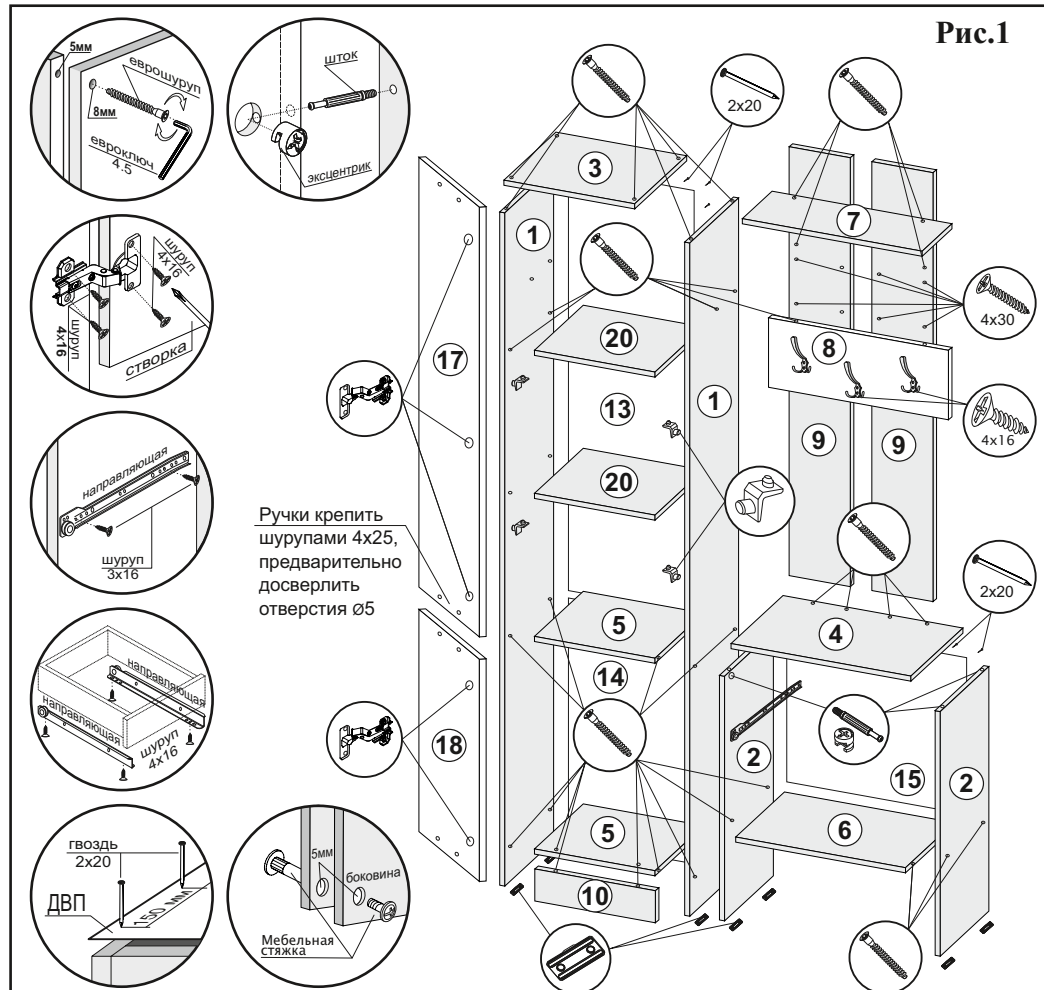

Рис.1
3. Собрать короб пенала. Соединить боковины (1), крышу (3), стяжки (5) и цоколь (10) еврошурупами. Перевернуть изделие лицевой частью вниз и замерить диагонали секции (они должны быть равны: +/- 2мм). Прибить гвоздями 2x20 ДВП (13,14) к задней стенке пенала.
4. Собрать короб тумбы. К боковинам (2) прибить гвоздями 2x20 подпятники и монтировать направляющие шурупами 3x16 по наметкам (рис.1). Соединить боковины (2) и стяжку (6) еврошурупами. К собранному изделию монтировать крышу (4) с помощью эксцентриков.
5. Собрать вешалку. Соединить планку (8) с задней стенкой (9) шурупами 4x30. Развернуть стяжку (7) сверловкой к боковине пенала и монтировать к задней стенке (9) еврошурупами.
6. Соединить заднюю стенку вешалки (9) с крышей тумбы (4) с помощью еврошурупов (рис.1).
7. Досверлить отверстия ø8 в боковине (1) и монтировать к пеналу стяжку (7) еврошурупами.
8. Стянуть пенал с тумбой межсекционными стяжками, предварительно просверлив отверстия ø5 в боковинах (1,2) (желательно под крышей (4) и стяжкой (6)) (рис.1).
9. Перевернуть изделие лицевой частью вниз и прибить гвоздями 2x20 ДВП (15) к задней стенке тумбы (рис.1).
11. Вставить полки (20), используя полкодержатели с фиксатором (рис.1).
12. Прикрутить ручки (96 мм) шурупами 4x25 к створкам (17,18), предварительно досверлив отверстия ø5 в зависимости от расположения створок (L/R) (рис.1, рис.1.1).
14. Прикрутить крючки к планке (8) шурупами 4x16 (рис.1).
15. **После сборки всего изделия необходимо его крепить к стене с помощью дюбель-винта** (желательно над стяжкой (7)).